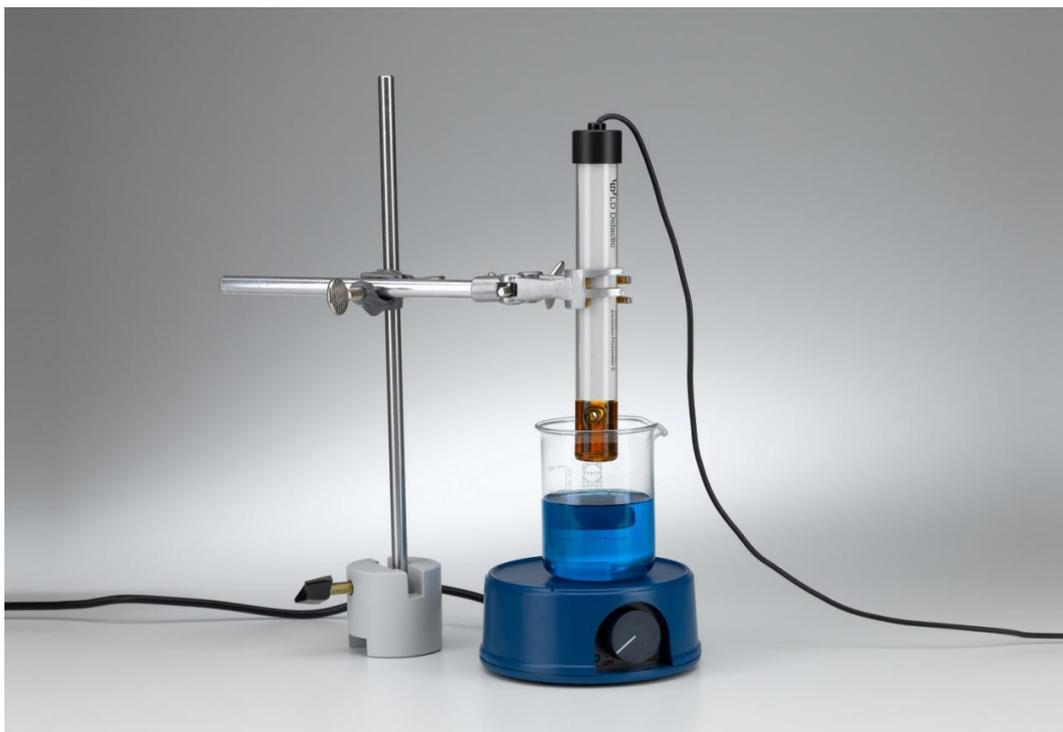

Abb. 1: Versuchsaufbau.
Aus Magnetrührer, Stativmaterial und Eintauchphotometer eine Apparatur für die photometrische Messung aufbauen (siehe Abb. 1). Drei Bechergläser mit Magnetrührstäben bereitstellen. Die Messpipette mit dem Peleusball verbinden. Hiermit wird die Natronlauge zur Reaktionsmischung gegeben.
b. Das Eintauchphotometer S in die Lösung tauchen und fixieren (siehe Abb. 1). Es sollte eine konstante Extinktion gemessen werden (ca. 0,8).